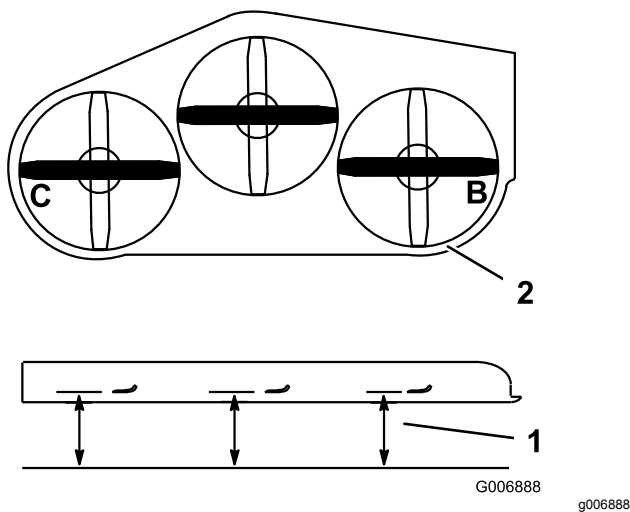

Bild 80
4. Messen Sie von einer ebenen Fläche bis zu den Stellen **B** und **C** an den Schnittkanten der Messerspitzen (Bild 80).